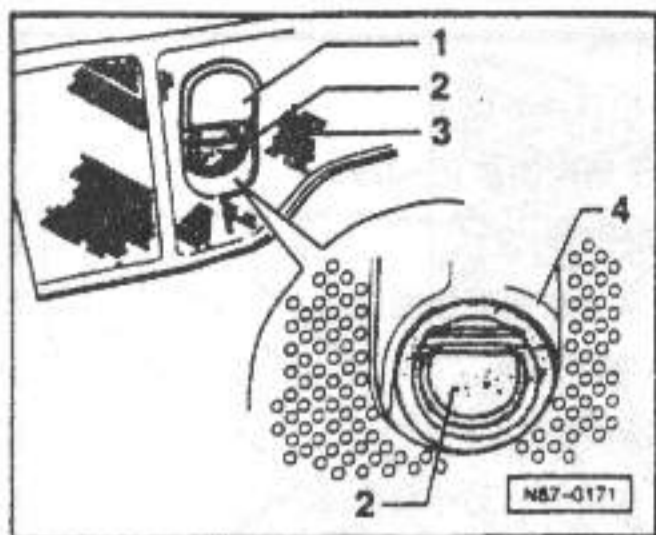

图1 检查排水阀
◆调整温度翻板拉索=>图1
◀ 图1. 调整温度翻板拉索
- 调整好中央翻板手柄 => 80-19 页, 图1
◆检查=>图 1